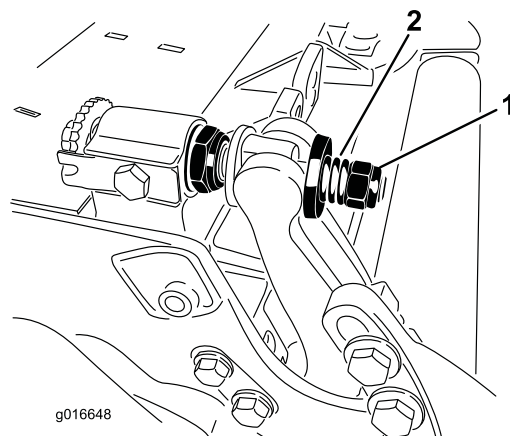

Figura 33
5. Apriete la tuerca de tensado del muelle hasta que el muelle esté comprimido del todo, luego aflójela ½ vuelta (Figura 33).
11. Apriete la tuerca de cada ajustador de la barra de asiento hasta que el muelle de compresión esté comprimido del todo, luego afloje la tuerca 1/2 vuelta (Figura 33).